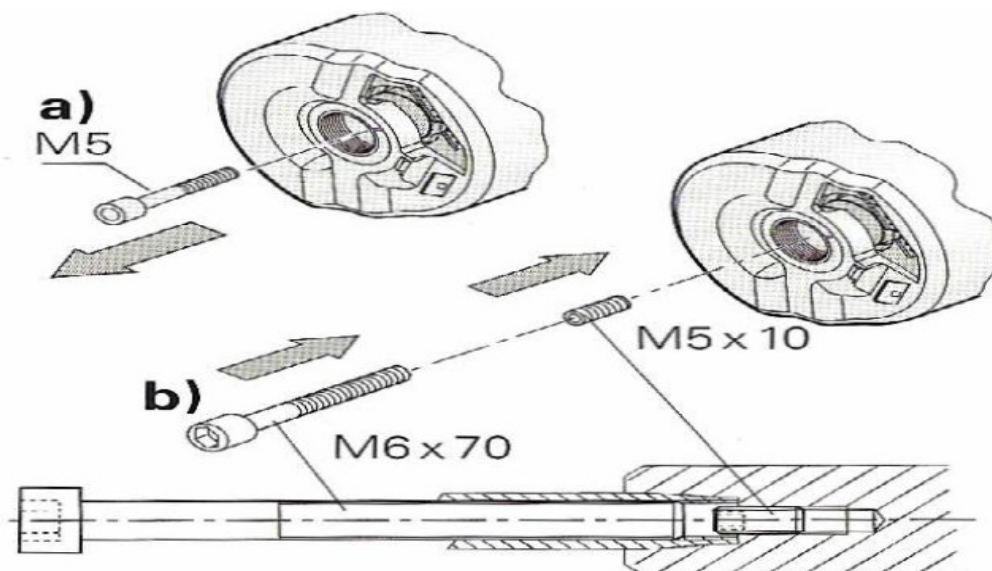

Рис.2. Процесс разборки энкодера
2. Рис. 2. Процесс разборки энкодера